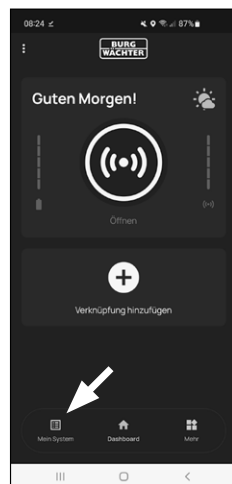

Abb. 4
- Es erscheint der Hauptschirm der *BURGS* smart App. Öffnen Sie das Menü „Mein System“ unten links (Abb. 4).